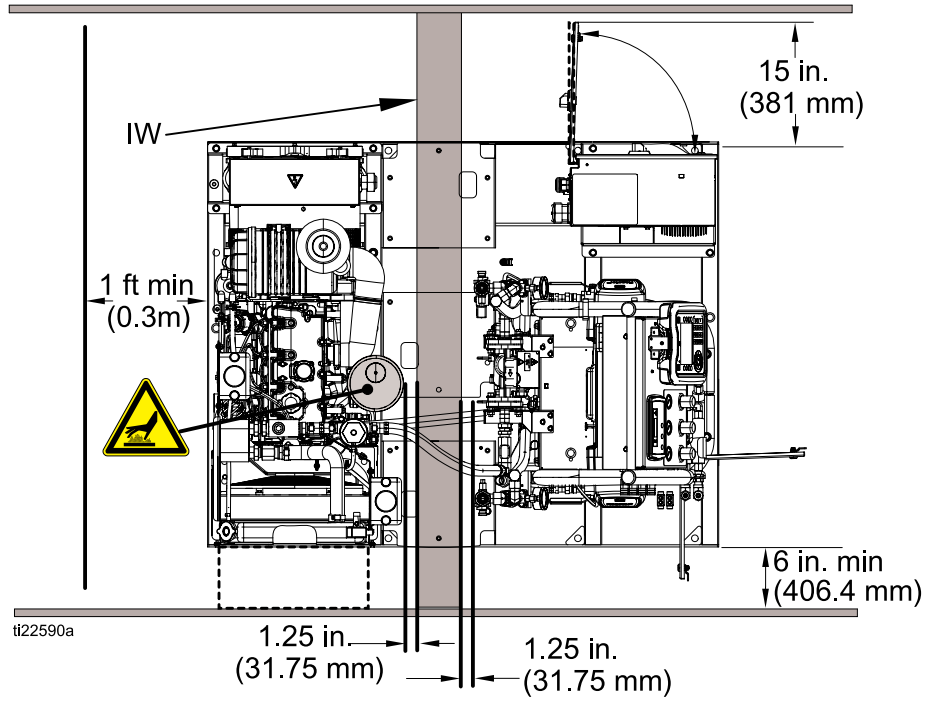

Figure 22 壁つきの状態の上面図
4. 燃料タンクの位置していた所に壁 (IW) を取り付けます。壁と排気マフラーの間が最低 31.75 mm (1.25 in) 開いていることを確認してください。図 22 を参照してください。壁つきの状態の上面図